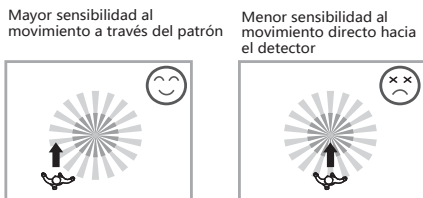

FIG.3
- Preste atención a la dirección de paso cuando realice las pruebas. El detector es más sensible al movimiento transversal y menos al directo, por lo que se reducirá la zona de cobertura. (Ver FIG.3).